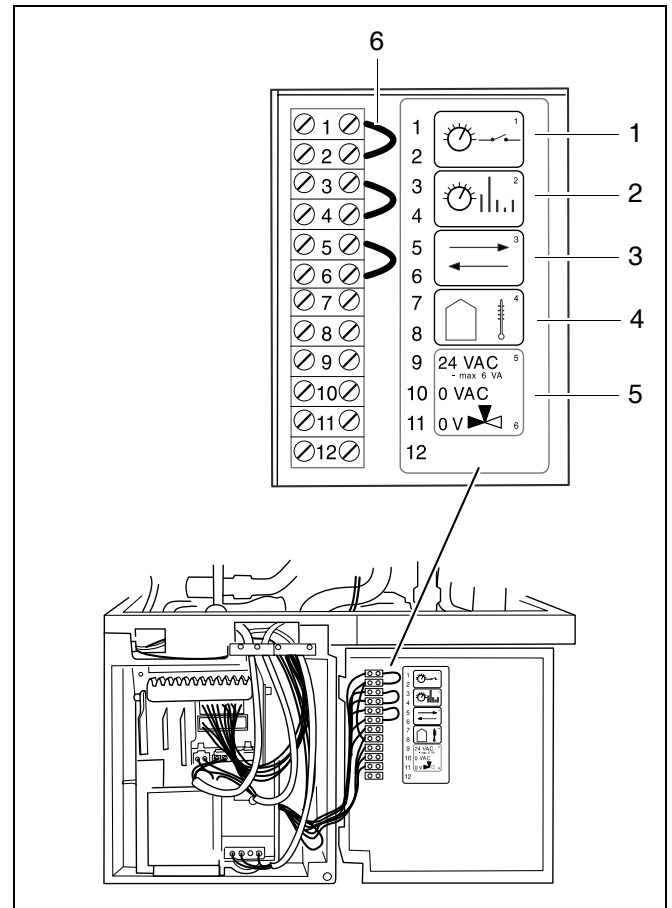

fig. 12 Raccordement de l'appareil de régulation
- Retirer le pont non conducteur (fig. 12, pos. 6) et raccorder l'appareil de régulation au bornier selon le schéma de connexion.
Si la chaudière doit être mise en service temporairement sans régulation, remplacer le pont non conducteur (fig. 12, pos. 6) dans les bornes 1 – 2 par un pont conducteur, régler la température de départ et la puissance calorifique nécessaire sur l'UBA.